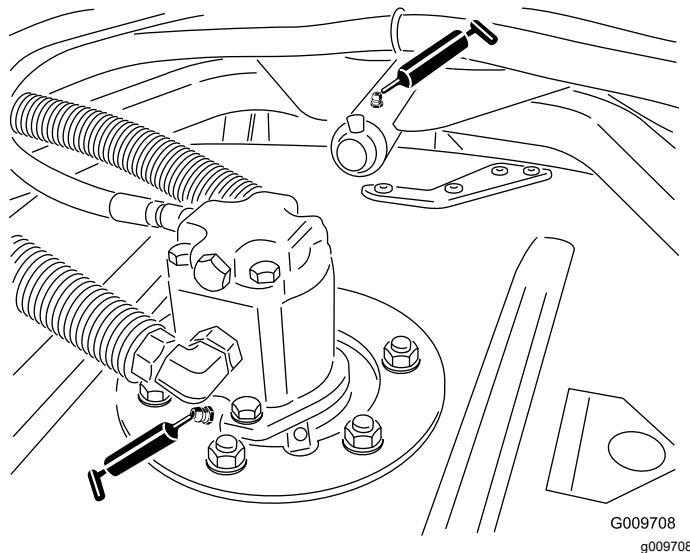

図 78
- 図 78 に示す、スピンドルシャフトのベアリングカッティングユニット 1 台に 2 ヶ所
- 図 78 に示す、刈り込みデッキのキャリアアームのブッシュカッティングユニット 1 台に 1 ヶ所